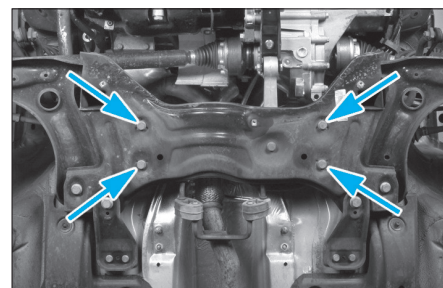

FIG. 31
- Dévisser le mécanisme de direction (flèches) du berceau et l'attacher à la caisse avec du fil métallique par exemple (Fig.31).